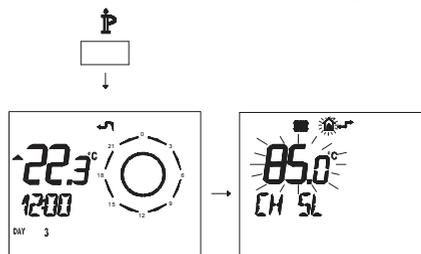

Figura 5.47
- Pulse durante más de 3 segundos el botón **IP** para entrar en la modalidad **INFO** (Figura 5.47).